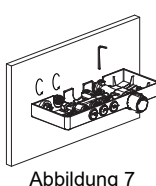

Abbildung 7
- Bringen Sie das Thermostat-Duschpaneel wieder an der Wand an. Verwenden Sie einen Schraubenschlüssel, um die Kupferschraube zu sichern und den Warmwasseranschluss und den gebogenen Anschluss zu verbinden (Abbildung 7).